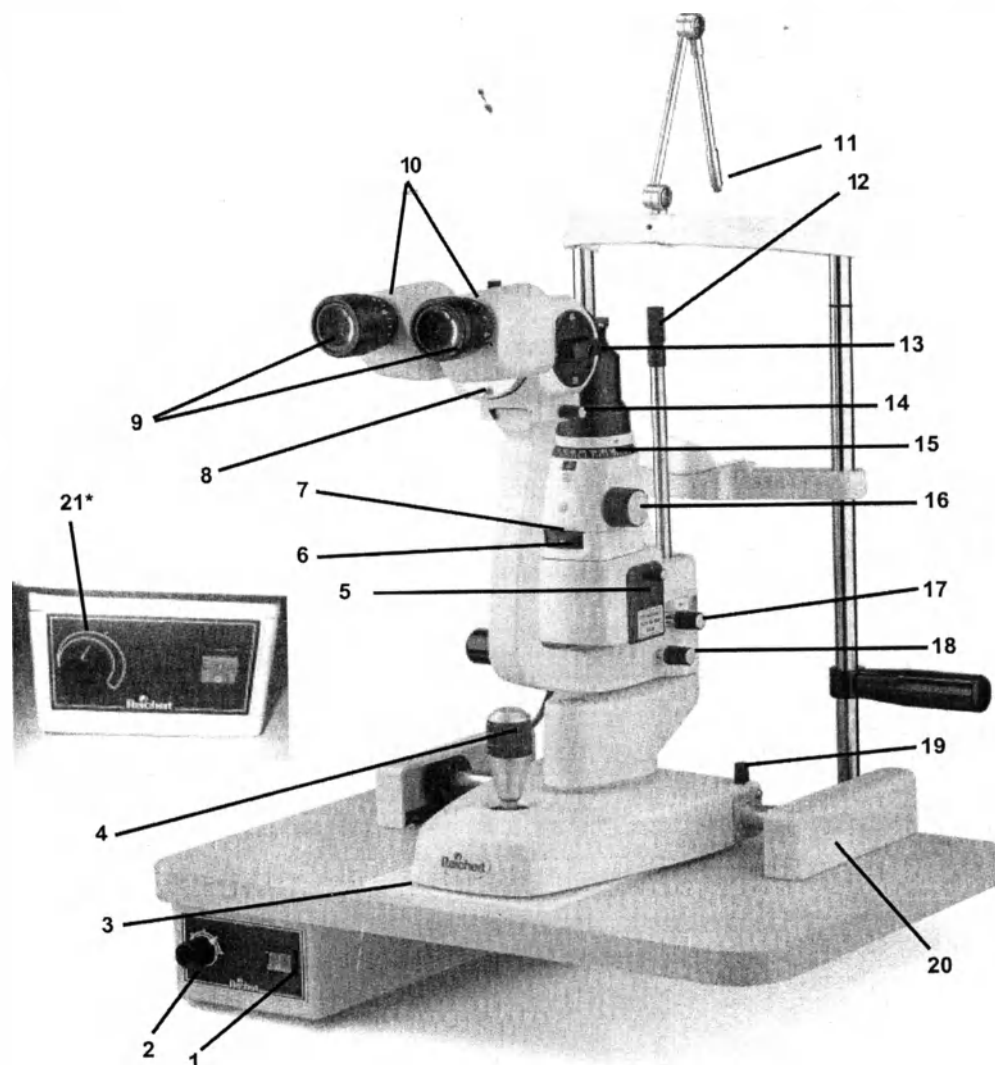

Рис. 1. Щелевая лампа XCEL250
На рис. 1 показано устройство и основные части щелевой лампы модели XCEL250.
7. Установите протекторы лонжеронов (рис. 1 и 2). Затяните винт-фиксатор на корпусе прибора.
1. Включите тумблер питания, расположенный на передней панели блока питания. Яркость лампы регулируется путем поворота ручки регулировки яркости (поз. 2 на рис. 1 и 2).
2. Вставьте фокусирующий стержень (поз. 12, рис. 1) в соответствующую опору на корпусе аппарата. Этот стержень используют для грубой фокусировки бинокулярного микроскопа и для его подстройки по межзрачковому расстоянию оператора. С этой целью направьте свет на плоскую поверхность фокусирующего стержня и выполните указанные настройки, после чего выньте этот стержень из аппарата.
6. Теперь держите манипулятор за его верхний конец и аккуратно перемещайте его, фокусируя изображение щели лампы на глазном дне. Горизонтальное положение скользящей платформы можно зафиксировать с помощью винта (рис. 1, поз. 19 и рис. 2, поз. 20). Этот винт следует закрутить и при консервации аппарата (хранение в нерабочем состоянии).
7. Ширину щели можно регулировать с помощью поворота ручек (поз. 16 на рис. 1 и поз. 6 на рис. 2), которые расположены по обе стороны блока лампа-микроскоп.
Длину щели лампы XCEL 250 можно регулировать с помощью поворота соответствующего лимба (поз. 7, рис. 1). Лимб регулировки имеет 5 фиксированных положений для задания диаметра (13, 10, 6, 0.3 мм). Регулировка длины является плавной.
В модели XCEL 250 поворот щели осуществляется путем наклона корпуса щелевой диафрагмы налево или направо. Угол поворота указан на шкале, расположенной поверх этой диафрагмы (рис. 1, поз. 15).